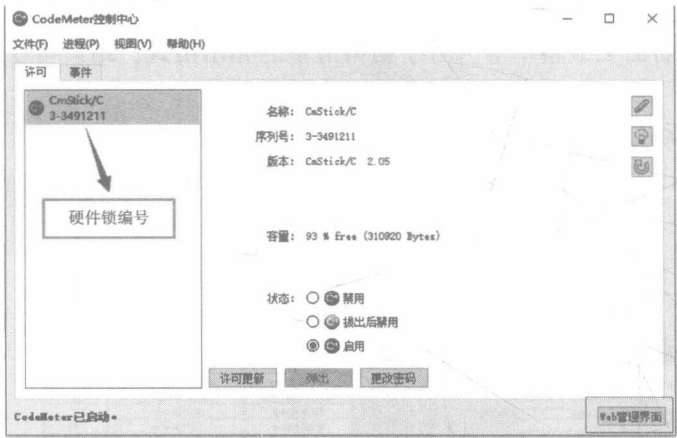
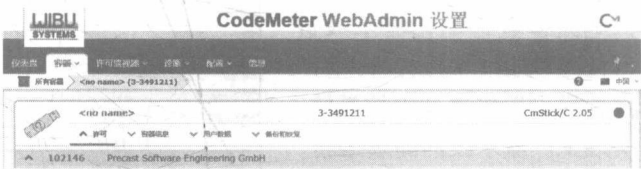
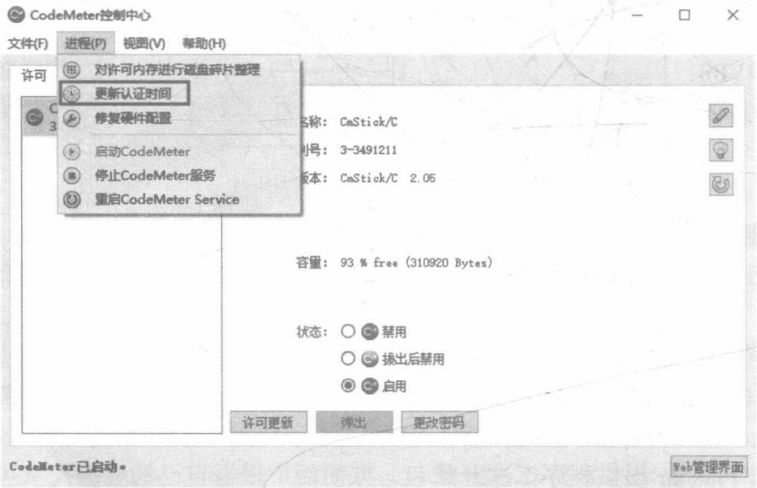

图 2-3
图 2-4
图 2-5
- (3) 单击【CodeMeter】图标，出现如图 2-3 所示的对话框。单击右下角【web 管理界面】按钮可查看硬件锁所安装的模块信息及有效期，如图 2-4 所示。至此硬件锁已全部安装完成。需要更新时可按如图 2-5 所示的步骤进行更新。